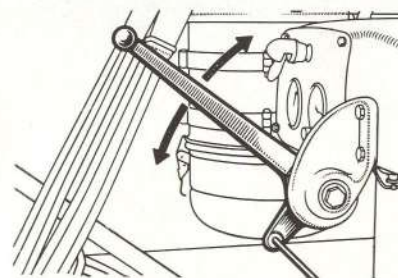
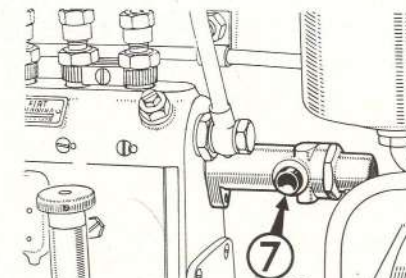

Fig. 42. - Manette d'accélérateur à mi-course.
Fig. 43. - 7. Dispositif de commande de supplément de débit de la pompe d'injection pour le lancement du moteur froid.
3. Placer à mi-course environ la manette d'accélérateur du moteur Diesel (fig. 42) et pousser le bouton « 7 » de supplément d'injection (fig. 43).